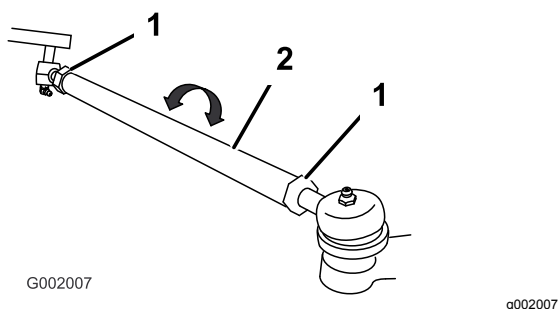

Рисунок 46
5. Если измеренное значение не находится в пределах заданного диапазона, ослабьте контргайки с обоих концов тяг (Рисунок 46).